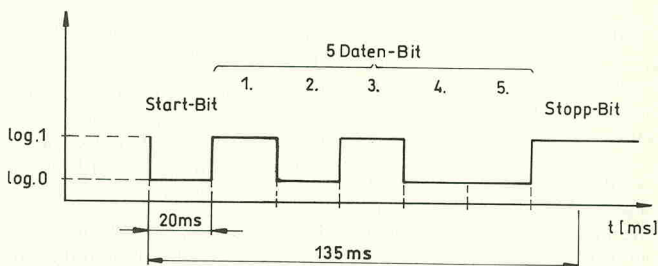

Bild 1. Aufbau eines seriellen Fernschreibzeichens 50 Bd.
Bild 1 zeigt ein serielles Fernschreibzeichen, wie es an einer RS-232-C-Schnittstelle auftritt. Den 5 Datenbits geht ein Startschritt (0) voran. Abgeschlossen wird das Zeichen von einem 1,5-fachen Stoppschritt (1). Zur Bezeichnung der Signalpegel dienen hier die aus der Digitaltechnik bekannten Zeichen „0“ und „1“. Insbesondere in der Nachrichtentechnik finden sich daneben für die beiden Zustände auch die Bezeichnungen „Zeichenlage“, „Startpolarität“, oder „Space“ für logisch „0“, und „Trennlage“, „Stoppolarität“ oder „Mark“ für den Zustand logisch „1“.